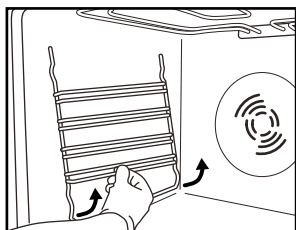

Рис. 3
1. Снимите боковые решетки — держатели принадлежностей (Рис. 3).